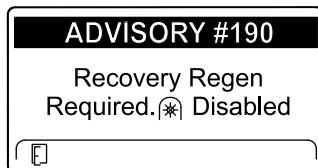

Figura 76
- Regenerare de recuperare necesară - priză de putere dezactivată ADVISORY #190 (recomandarea nr. 190) (Figura 76)